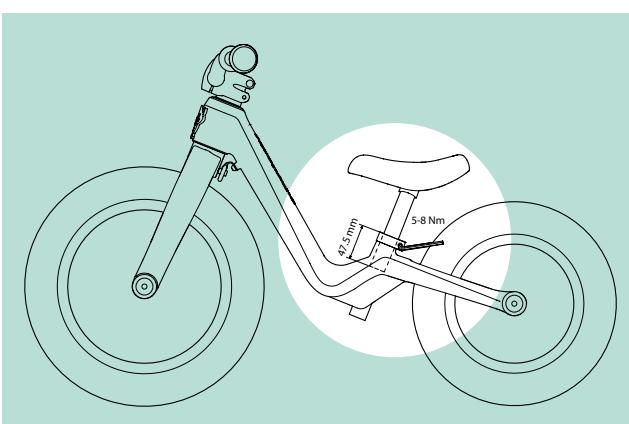

Figura 6.
- ① La estatura recomendada para el vehículo (bicicleta de equilibrio) es de 85 – 110 cm. Ajusta la bicicleta de equilibrio a la estatura de tu hijo/a.
- ② Puedes regular la altura del sillín abriendo el tornillo de la pinza del sillín con una llave Allen (Figura 6). La altura del sillín se habrá ajustado correctamente cuando las plantas de los pies del niño / de la niña descansen en el suelo con las piernas ligeramente en ángulo al sentarse en el sillín. Longitud mínima de las piernas: 30 cm.
- ③ Ten en cuenta la marca de profundidad de inserción mínima en el soporte del sillín (mín. 47,5 mm). No coloques nunca el sillín por encima del límite superior máximo, ya que podría romperse. Por último, debe apretarse de nuevo (par de apriete 5 – 8 Nm) el tornillo de la pinza del asiento.
Afloja la pinza del asiento y vuelve a apretarla. Debe respetarse la profundidad de inserción mínima de 47,5 mm (Figura 6).